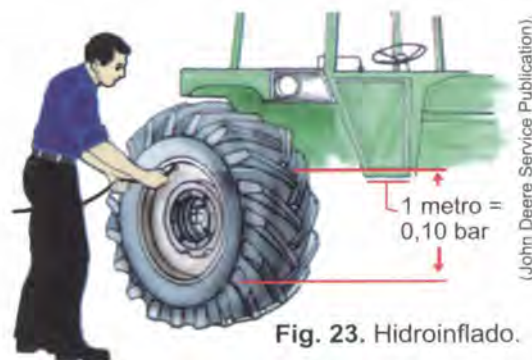

Fig. 23. Hidroyntado.
- Agregando agua a los neumáticos (lastre hidráulico: hidroyntado) (Fig. 23).